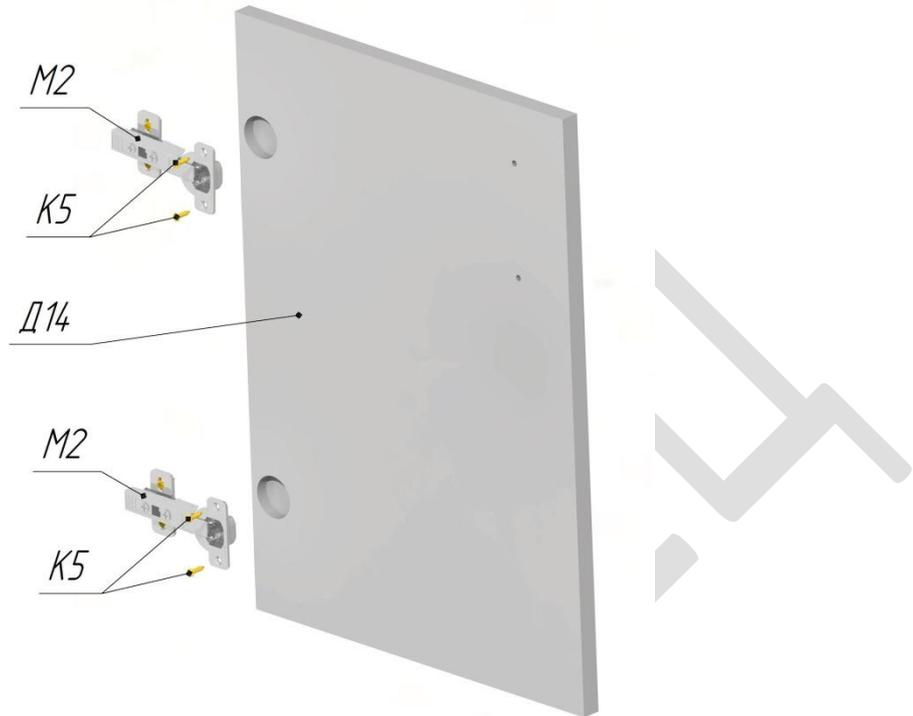

Рисунок 17
25. Закрепить петли М2 (2шт.) на дверце тумбы Д14 саморезами К5 (4шт). См.Рис.17.